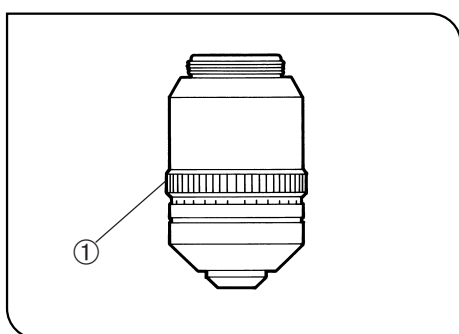

Abb. 34
- Bei bekannter Deckglashöhe den Korrekturring ① auf diesen Wert einstellen. (Abb. 34)
- Bei unbekannter Deckglashöhe abwechselnd den Korrekturring ① und den Feintrieb drehen, bis die Stellung mit der besten Auflösung erreicht ist.
- ★ **Den Korrekturring ① beim Drehen des Objektivrevolvers nicht berühren.**